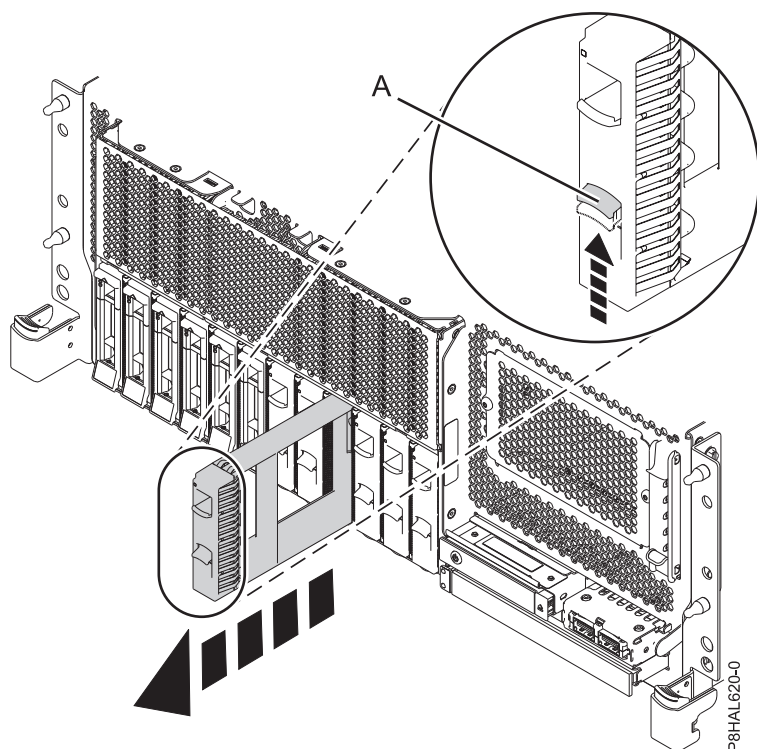

Figura 20. Remover um enchimento de uma unidade de disco num sistema de função base montado em bastidor
- a. Empurre o trinco (A) na pega do enchimento na direcção demonstrada em Figura 20 na página 27.